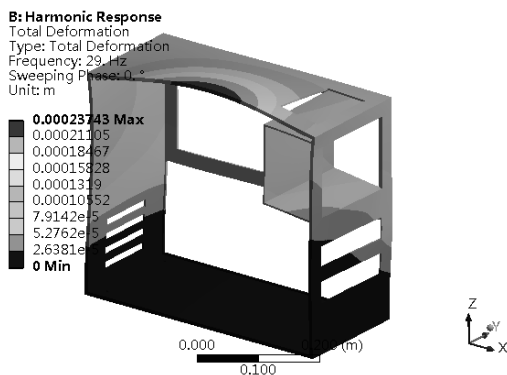

图 7-16 一阶模态总变形分析云图
Step5：选择 Outline（分析树）中 Solution（B6）下的 Total Deformation（总变形）选项，此时会出现如图 7-16 所示的一阶模态总变形分析云图。